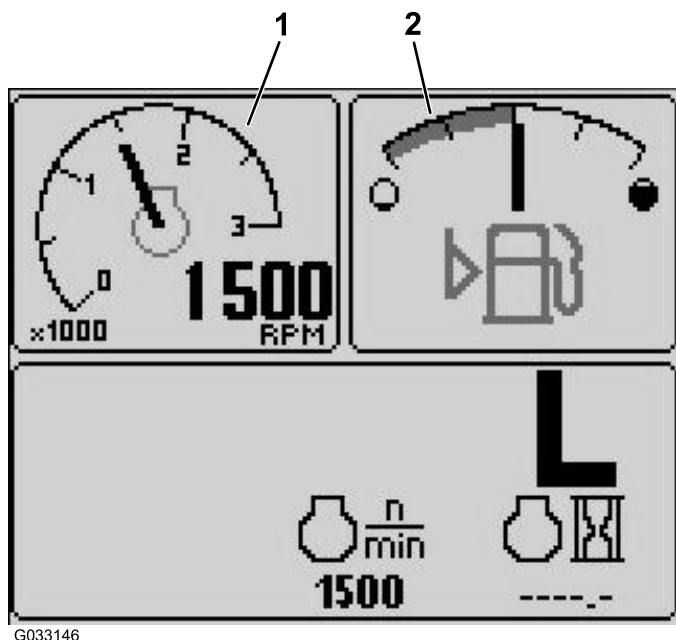

Figura 3
- Tacómetro – ecrã superior esquerdo (Figura 3)
- Indicador do nível de combustível – ecrã superior direito (Figura 3)
Este mostrador indica o nível de combustível no depósito (Figura 3).
Este mostrador mostra a velocidade de funcionamento do motor em rpm (Figura 3).